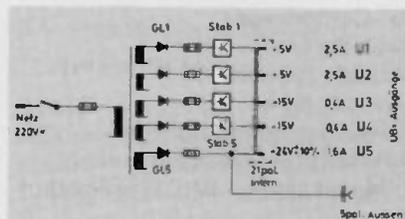

Bild 6 Prinzipschaltung Stromversorgungskassette
5.1.1 19"-Stromversorgungskassette (Bild 6/7)